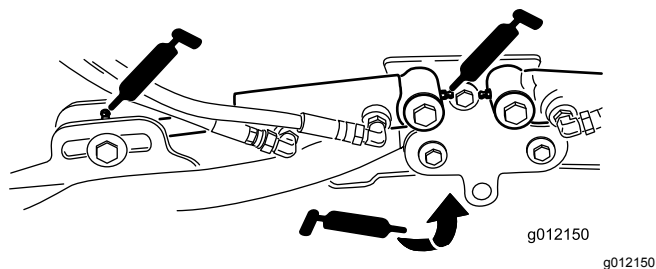

Figura 75
- Cilindros del brazo de elevación de la unidad de corte (2 en cada) (Figura 75)
- Pivotes del brazo de elevación (1 en cada) (Figura 75)